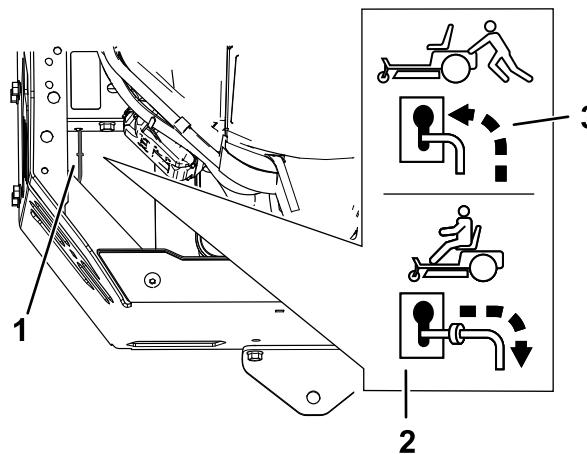

Figura 37
- Mueva las palancas de desvío hacia delante a través del orificio y hacia abajo para bloquearlas en esa posición (Figura 37).
Mueva las palancas de desvío hacia atrás a través del orificio y hacia abajo para bloquearlas en esa posición, según se muestra en la Figura 37.